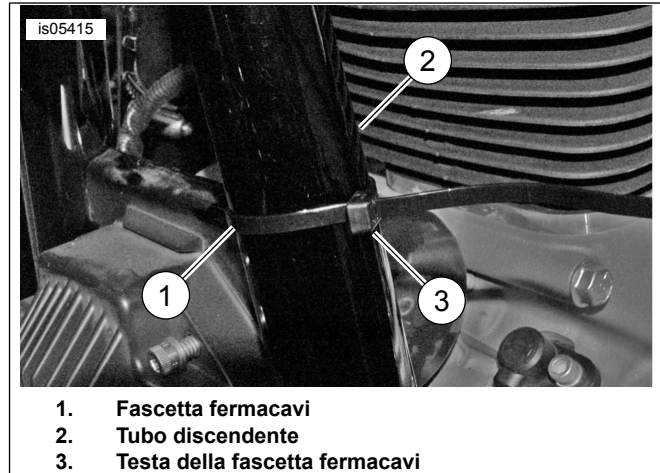
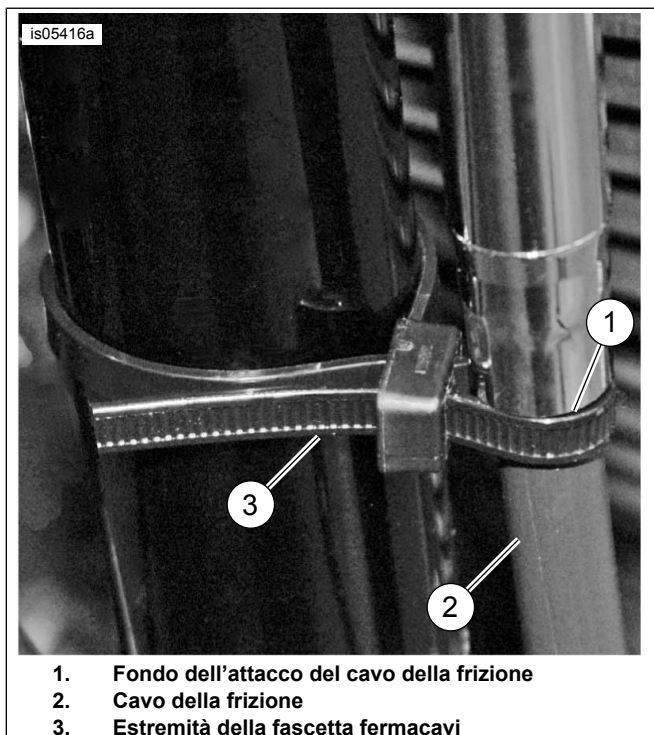

Figura 2. Installare la fascetta fermacavi sul tubo discendente
Figura 3. Installazione della fascetta fermacavi al cavo della frizione
3. Vedere la figura 2. Avvolgere una fascetta fermacavi (1) attorno al tubo obliquo (2).
- a. Inserire l'estremità nella testa (3) della fascetta fermacavi.
4. Vedere la figura 3. Avvolgere la fascetta fermacavi attorno al cavo della frizione (2).
- c. Tagliare l'estremità della fascetta fermacavi (3).